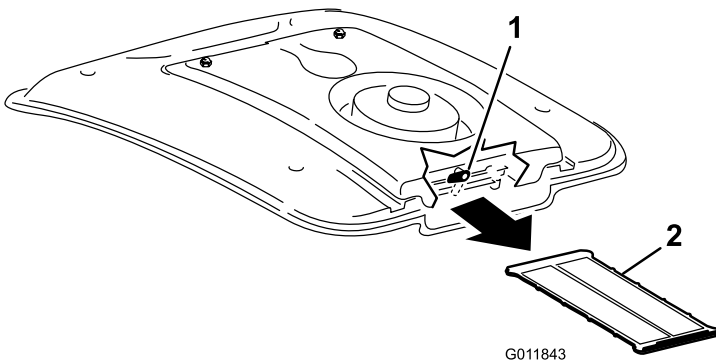

図 104
2. ファンマウントの後部についているラッチを上に戻して横向きにする（図 104）。
3. エアコンコイルからスクリーンを引き出す (図 104)。
4. スクリーンを圧縮空気でていねいに洗浄する (図 104)。